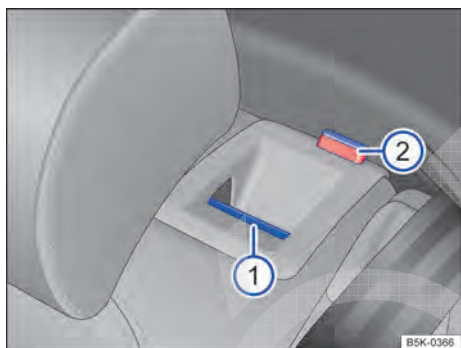

Fig. 87 No encosto do banco traseiro: botão de destravamento ①, marcação vermelha ②.
- Puxar o botão de destravamento → Fig. 87 ① para frente e, ao mesmo tempo, rebater o encosto do banco traseiro para frente.
- A respectiva parte de encosto do banco traseiro estará destravada quando uma marcação vermelha ② estiver visível.
O encosto do banco traseiro estará destravado quando a marcação vermelha → Fig. 87 ② estiver visível.